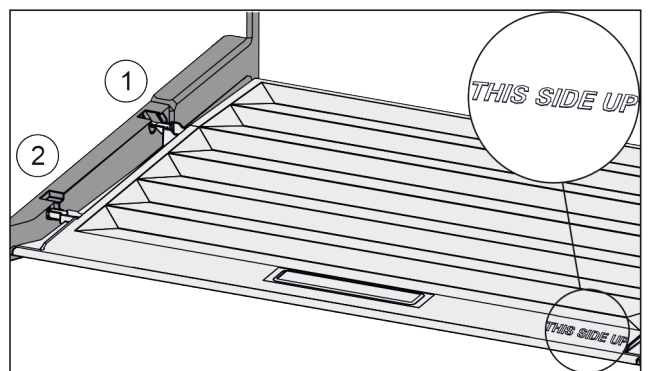

Fig. 90
- ▶ Juhtige kaane vahetoed tagumise hoidiku Fig. 90 (1) ava kaudu sisse ja fikseerige ees hoidikusse Fig. 90 (2).